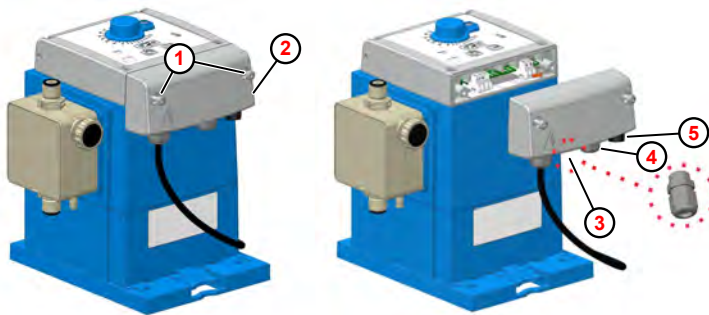

Fig. 11: Instalación eléctrica «EcoUp»
( Fig. 11 , ② )
1. ➤ Aflojar los dos tornillos de la carcasa ( Fig. 11 , ① ). Los tornillos están asegurados para que no caigan hacia fuera.
2. ➤ Quitar la tapa del compartimento de terminales ② .
3. ➤ Para conectar la salida de la cantidad de dosificación o de alarma, montar el racor atornillado M12x1,5 para cables del paquete adicional de la bomba en la ubicación correspondiente ③ , guiar el cable, apretar la unión roscada y conectar los hilos de cable según el diagrama de terminales.
4. ➤ Para conectar a la entrada de impulso o de autorización, guiar el cable a través del racor atornillado para cables correspondiente ④ , apretar la unión roscada y conectar los hilos de cable según el diagrama de terminales.
5. ➤ La conexión para la entrada de nivel debe conectarse a la hembra ⑤ prevista para este fin.
6. ➤ Una vez finalizados todos los trabajos de instalación, volver a montar la tapa del compartimento de terminales ② y apretar los tornillos de fijación ① .
Tras el desmontaje de la tapa del compartimento de terminales ( Fig. 11 , ② ) los bornes quedan accesibles.